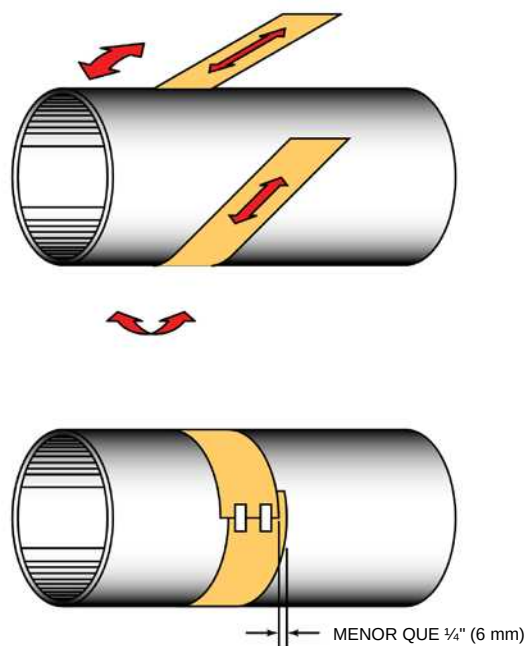

FIGURA 2.11 – MODELO DE ALINHAMENTO DO PAPEL
- 1) Enrole o papel em torno do tubo, conforme mostrado na **Figura 2.11**. Alinhe as pontas do papel, deixando um desencontro de $\frac{1}{4}$ de polegada (6 mm).